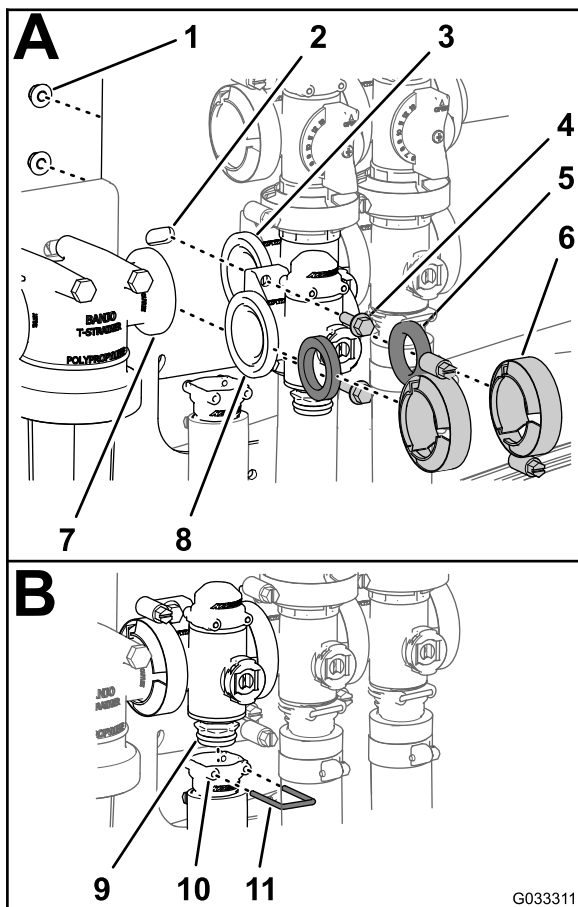

Рисунок 80
- Смонтируйте коллектор клапана управления нормой внесения, прокладку и головку фильтра линии нагнетания с помощью фланцевого хомута, затянув его от руки (Рисунок 80А).
- Установите прокладку между фланцами клапана управления нормой внесения и коллектором клапана перемешивания (Рисунок 80А).
фланцевого хомута, затянув его вручную (Рисунок 80А).
- Присоедините клапан управления нормой внесения к опоре крепления при помощи 2 болтов с фланцевыми головками и 2 фланцевых контргайек (Рисунок 80А), снятых при выполнении действий, описанных в пункте 3 раздела Демонтаж коллектора клапана управления интенсивностью опрыскивания \(страница 73\), и затяните гайку и болт с моментом от 10 до 12 Н·м.
- Установите выпускной штуцер на штуцер муфты в нижней части коллектора клапана управления нормой внесения (Рисунок 80В).
- Прикрепите выпускной штуцер к штуцеру муфты, вставив держатель в гнездо выпускного штуцера (Рисунок 80В).